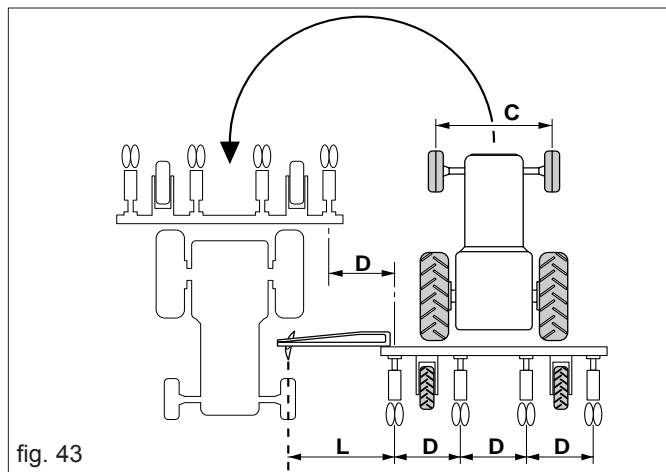
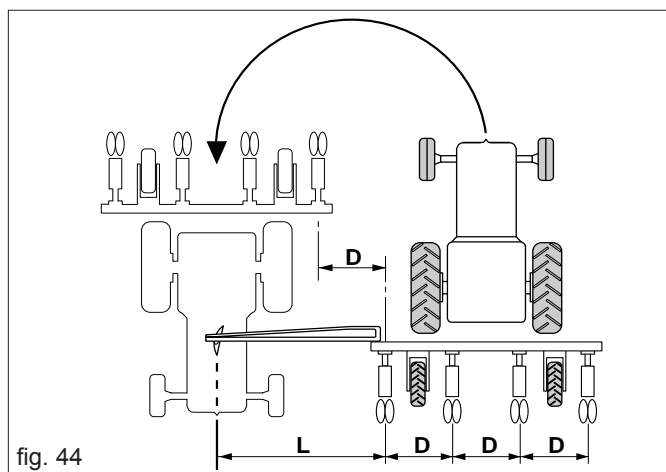
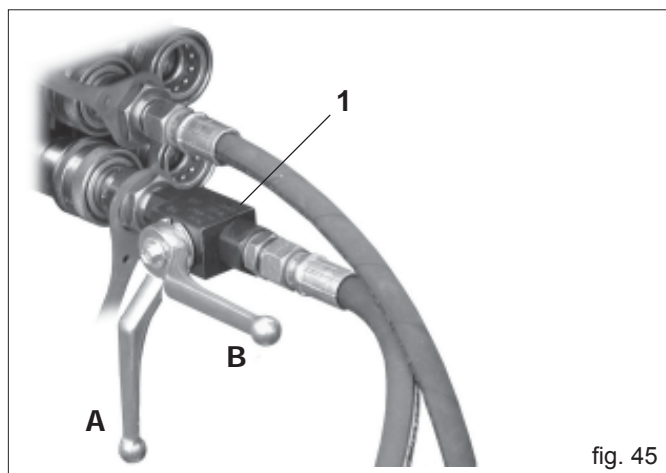
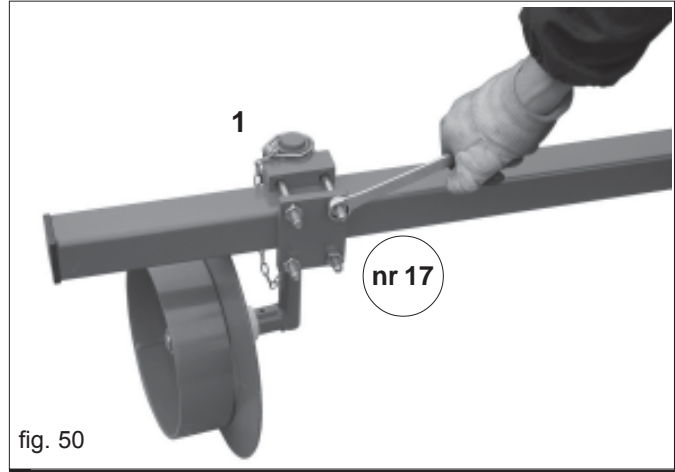

fig. 43
fig. 44
fig. 45
fig. 50
Cuando el tractor haya terminado la carrera e invertido la marcha, se procederá corriendo sobre la línea de referencia con una de las **ruedas anteriores** (Fig. 43) o con el **centro del tractor** (Fig. 44) según el marcasurcos utilizado. Con cada nueva pasada, la sembradora deberá trazar una línea de referencia del lado opuesto a la de la pasada anterior. La inversión de los brazos marcadores es accionada por una instalación hidráulica con válvula entregada junto con el equipo.
El dispositivo marcador de surcos incorpora una válvula que acciona alternativamente los dos brazos, reduciendo el empleo a un distribuidor hidráulico único del tractor. El tubo hidráulico de alimentación monta un grifo (1 Fig. 45) que es necesario para desconectar el funcionamiento del marcador de surcos. **Durante el transporte de la sembradora por la vía pública, la palanca del grifo debe estar en la posición (A Fig. 43), para que el marcador no se pueda abrir accidentalmente,** y en la posición B durante el trabajo. Cuando no use la instalación, proteja las conexiones rápidas con las tapas correspondientes y coloque los tubos hidráulicos en su soporte.
- 5) Antes de accionar el dispositivo marcador de surcos, apoye la sembradora sobre el suelo y coloque la palanca del grifo en la posición (B) Fig. 45.
- 8) Coloque la palanca del grifo en posición (A) Fig. 45.
Abra los brazos marcadores de surcos como indicado en el capítulo 4.4.1. Fijar sobre los brazos del marcador de hileras el manguito porta disco (1 Fig. 50), sin engrapar a fondo las tuercas, introducir el disco y fijarlo con el pasador de muelle.
Utilizando la siguiente Tabla 4, calcular la distancia (L Fig. 43) a la cual el disco debe trazar la línea de referencia. Colocar el disco en la distancia correcta, inclinarlo ligeramente y engrapar a fondo las tuercas (Fig. 50).
Utilizando la siguiente Tabla 5, calcular la distancia (L Fig. 44) a la cual el disco debe trazar la línea de referencia. Colocar el disco en la distancia correcta, inclinarlo ligeramente y engrapar a fondo las tuercas (Fig. 50). Para las distancias no previstas en la tabla, utilizar la siguiente regla: